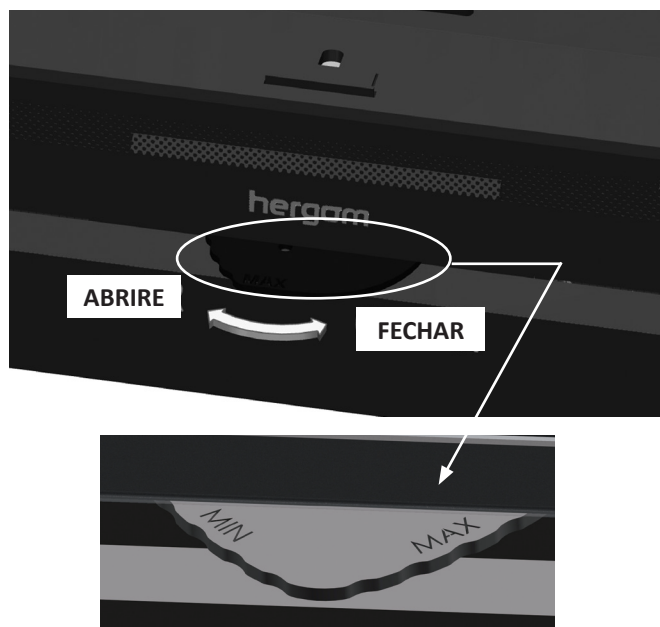

FIG. 2
- Deslocando a válvula de regulação da direita para a esquerda, há mais envio de ar para a combustão (Fig. 2).